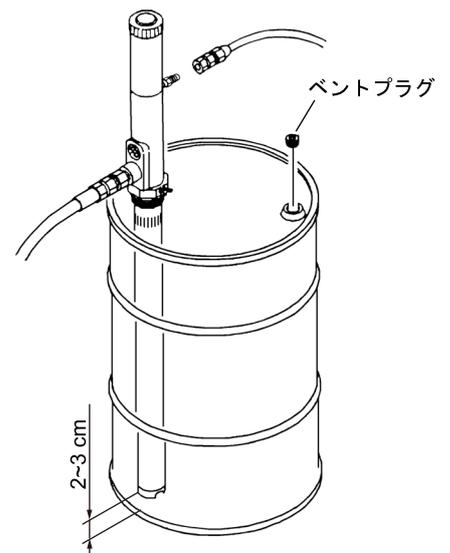

Fig.3
- 4) バングアダプターにポンプを差し込み、ポンプの下端(フートバルブ部)がドラム缶の底に当たったら、2~3 cm ポンプを持ち上げてドラム缶底とフートバルブとの間に隙間をとってください。位置が決まりましたら、バングアダプターの蝶ネジを締めてポンプを固定してください。(Fig.3)